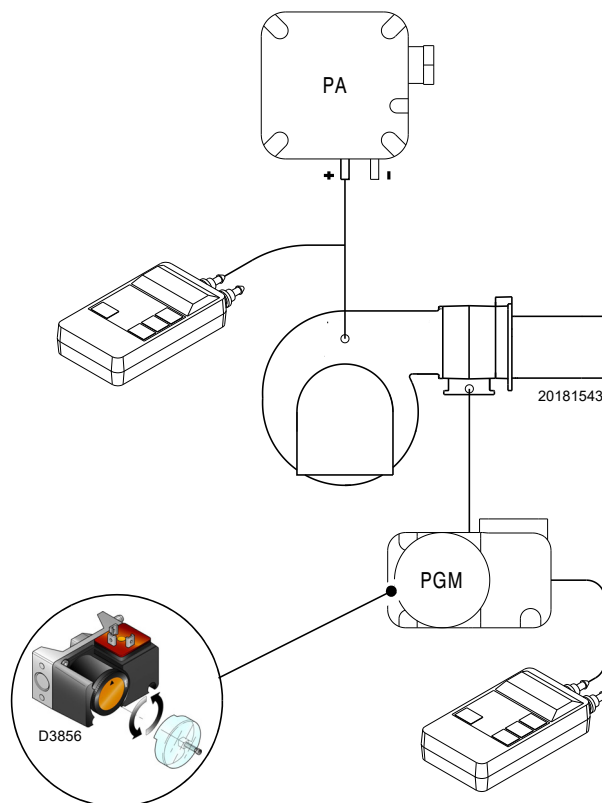

Fig. 32
- Régler le pressostat gaz maximum (Fig. 32 à la page 33) en fin d'échelle.
Effectuer le réglage du pressostat gaz seuil maximum (Fig. 32) après avoir effectué tous les autres réglages du brûleur avec le pressostat gaz seuil maximum réglé en fin d'échelle.